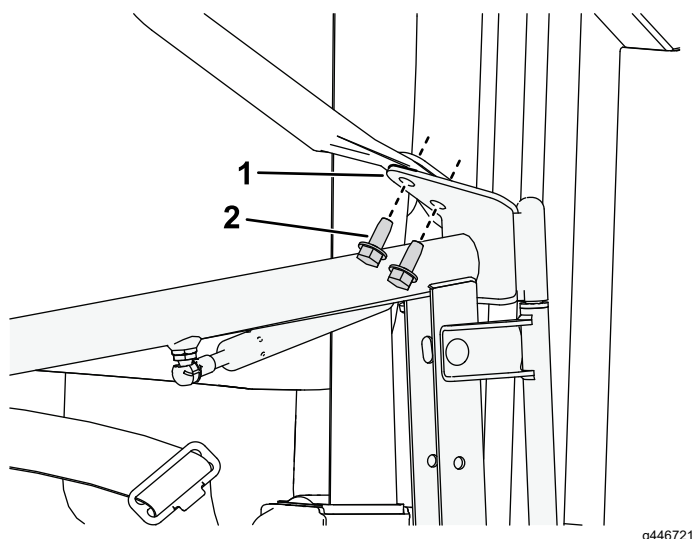

Figure 11
8. Fixez légèrement la charnière supérieure gauche de la porte au support de la retenue d'épaule à l'aide des 2 vis retirées à l'opération Préparation de la machine \(page 2\), comme montré à la Figure 11.